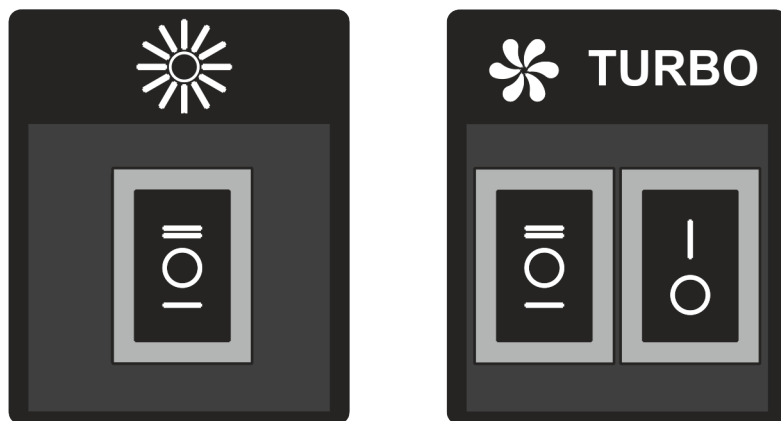

Рис.5
7.3 На боковинах корпусу розміщений клавішний перемикач режимів роботи і включення ламп освітлення (**рис.5**).